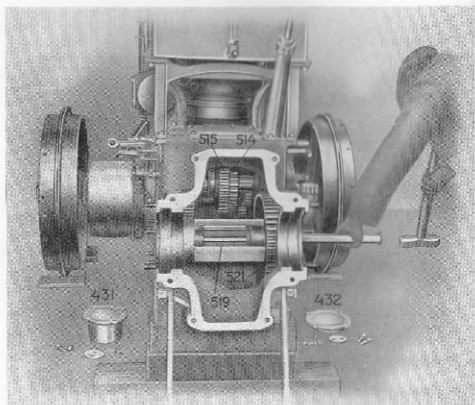

Fig. 84.
På denna axel (519, se fig. 84), som är utförd som kuggtrilla, är kugghjulet (521) fastkilat.
- 3) Placera tvenne träklotsar mellan kugghjulet (521) och rullagrets fläns på växellådans vänstra sida, samt driv ut axeln från högra sidan (se fig. 84), tills den släpper rullagret och kugghjulet. Därefter uttages axeln genom vänstra lagerhålet.
- 2) Sätt in kugghjulet (521) i växellådan och placera ett par c:a 75 m/m långa träklotsar mellan detta och lagerflänsen på växellådans högra sida. (På samma sätt som fig. 84 visar, men på motsatta sidan av kugghjulet.)